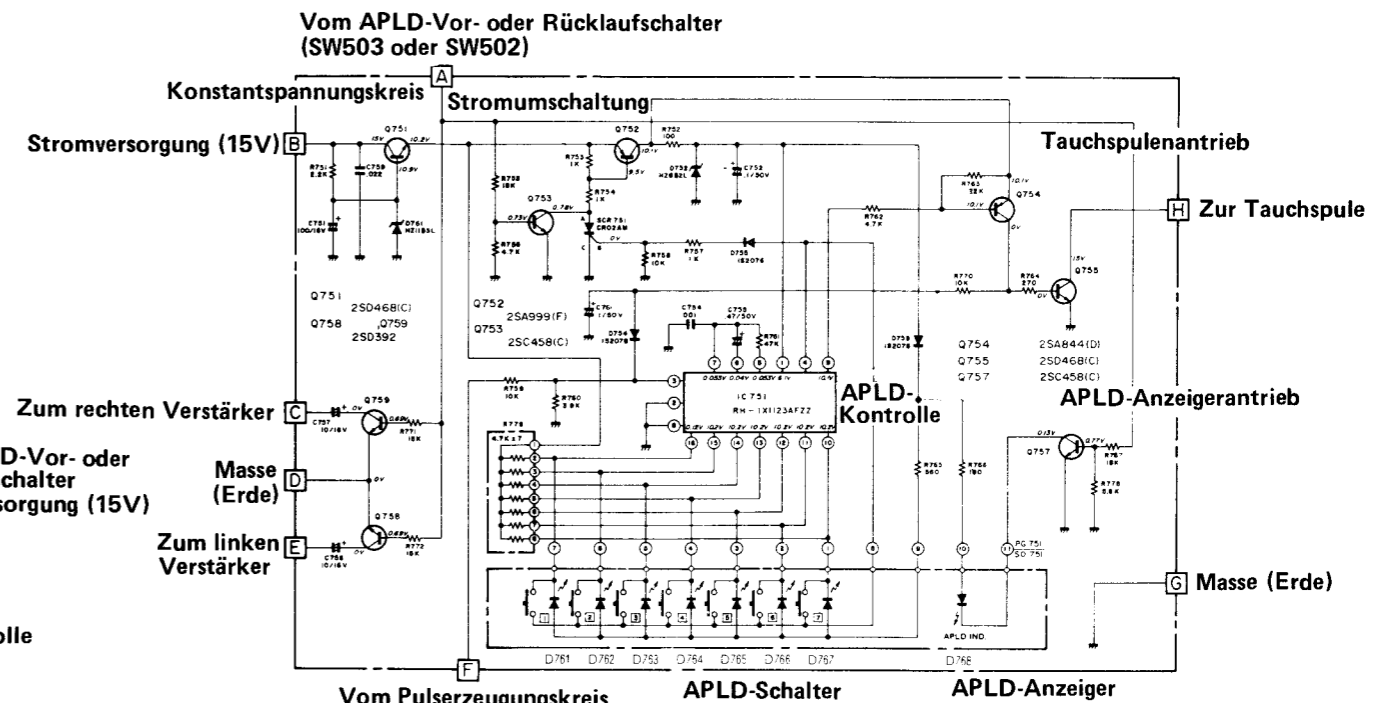

Abbildung 11 APLD-KONTROLLKREIS
■ **ANZEIGEKREIS** (Siehe Abbildung 11)
- Die APLD-Programmanzeige besteht aus sieben, roten Leuchtdioden (D761 bis D767), welche zu den einzelnen Stiften des integrierten Schaltkreises (IC751) folgendermaßen verbunden sind: "1" = Stift (16), "2" = Stift (15), "3" = Stift (14), -- "7" = Stift (10). Die Leuchtdioden der entsprechenden Stifte leuchten bei "Low"-Pegel der zugeordneten Stifte auf.
■ **DÄMPFUNGSKREIS** (Siehe Abbildung 11)